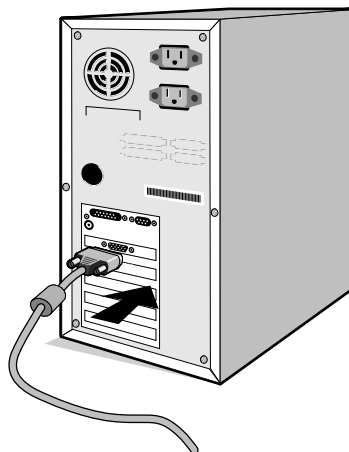

Abbildung A.1
3. **PC:** Verbinden Sie den Mini-D-SUB-Stecker (15 Stifte) des Signalkabels mit dem Anschluss der Grafikkarte in Ihrem System (**Abbildung A.1**). Ziehen Sie die Schrauben fest.